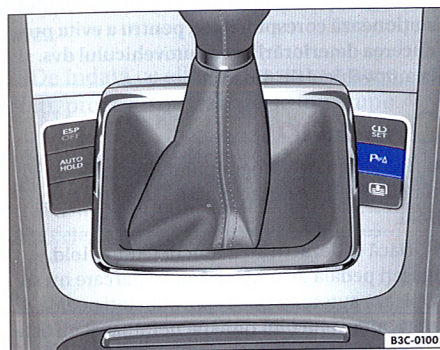

Fig. 125 Imagine din consola centrală: Tasta pentru conectarea sau deconectarea PDC
– Puneți contactul și apăsați tasta ⇒ fig. 125 P¹¹ sau selectați treapta de marșarier, pentru a activa sistemul de control al distanței de parcare. În tastă se aprinde o lampă de control.